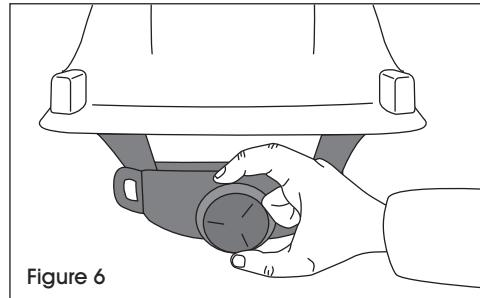

Figure 6
1. Tournez le bouton à cliquet dans le sens antihoraire jusqu'à ce que le bandeau s'ouvre à la taille la plus grande. (Voir Figure 6)
2. Placez le casque sur la tête et tournez le bouton à cliquet dans le sens horaire jusqu'à ce que le bandeau soit bien ajusté et sécurisé. (Voir Figure 6)